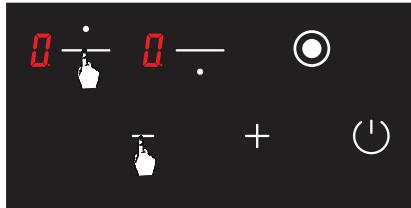

Рис. 14
1. Одновременно нажмите кнопку выбора нижней конфорки и кнопку минуса вы услышите короткий звуковой сигнал (см. Рис. 14). Затем поднимите пальцы с панели управления плиты.